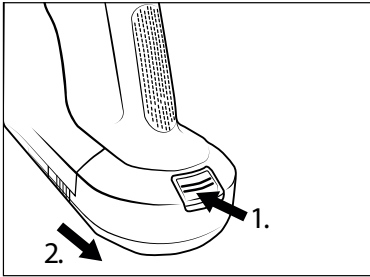

Abb. 13
- ◆ Um den Akku ② vom Gerät zu entfernen, halten Sie die Akku-Entriegelungstaste ① gedrückt und ziehen Sie den Akku ② aus dem Gerät (siehe Abb. 13).